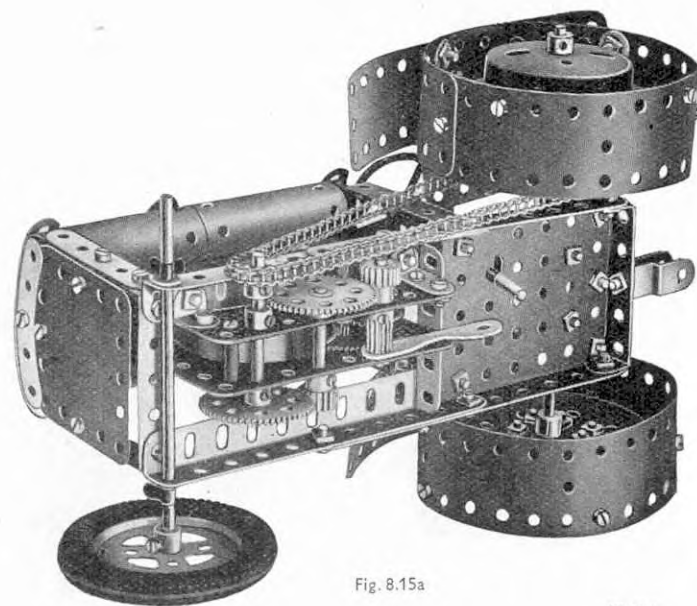

Fig. 8.15a
Le cliché de gauche représente un modèle Meccano de moissonneuse-leuse attelée à un tracteur. La Fig. 8.15a donne une vue de celui-ci, prise par en-dessous. Le châssis du tracteur consiste en deux Cornières de 14 cm. (1) réunies à l'avant par une Bande Coudée de 60×12 mm. et à l'arrière par une Plaque à Rebords de 9×6 cm. Cette Plaque recouvre les Cornières sur deux trous.